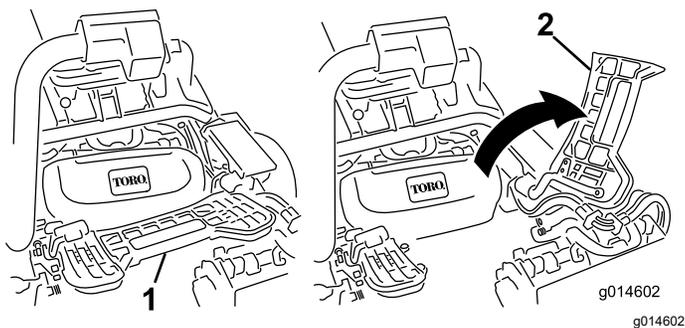

Figura 46
1. Levante o apoio de pé e incline-o para aberto, permitindo o acesso à posição da unidade de corte central (Figura 46).